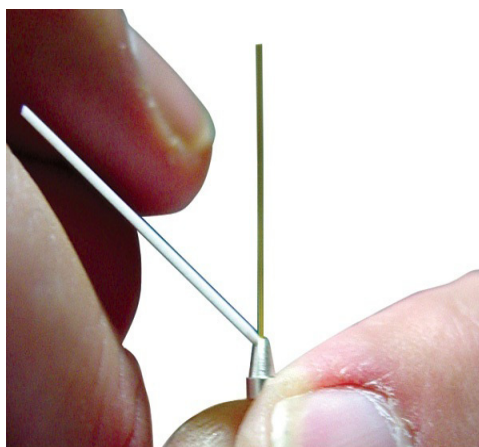

図 5 カラムカッターの端
- 3 カラムカッターの鋭利な端を使用して、カラムの端から 2 cm のところに傷を付けます。図 5 を参照してください。